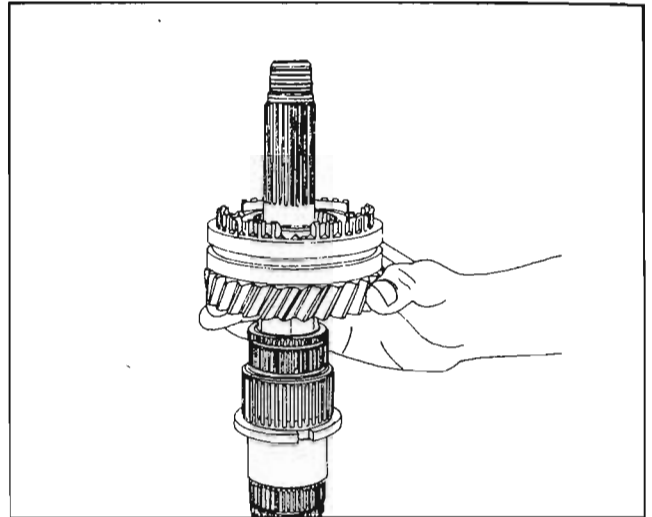

Fig. 40
Saque el conjunto del piñón de la marcha atrás (37) con el desplazable de marcha atrás/5ª y el piñón de engrane. *Fig. 40*